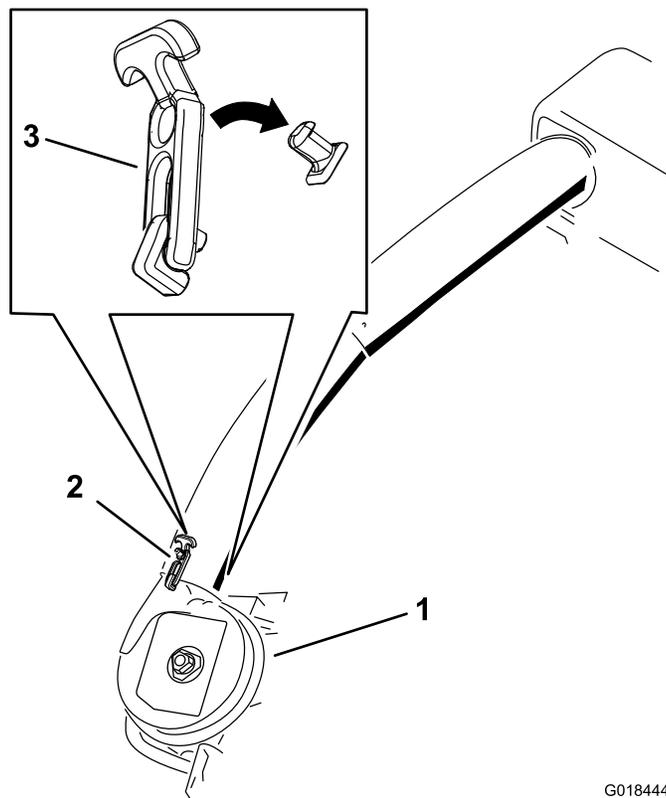

Figure 30
- Utilisez les deux verrous pour fixer le tube inférieur au ventilateur (Figure 30).
19. Utilisez les deux verrous pour fixer le tube inférieur au ventilateur (Figure 30).